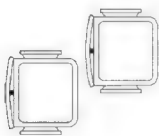

图 4-30
**步骤1:** 打开一个名为 “Rotate 命令的使用方法.dwg” 的文件, 文件中包含了一张椅子和一条曲线, 如图 4-30 所示。